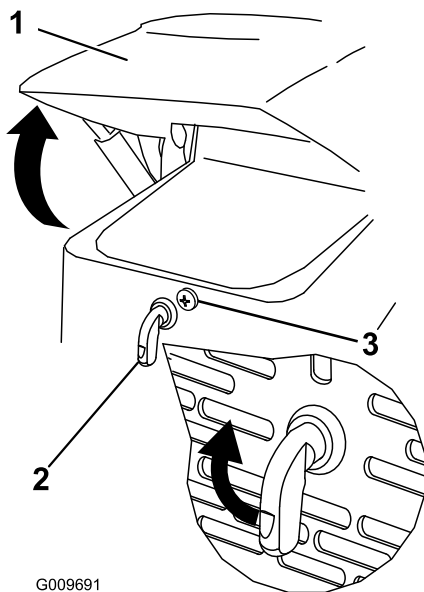

Figura 25
1. Afloje el tornillo de bloqueo del capó (Figura 25).
2. Gire el cierre del capó en el sentido de las agujas del reloj (Figura 25).
3. Levante el capó (Figura 25).
3. Apriete el tornillo de bloqueo del capó para bloquear el cierre (Figura 25).